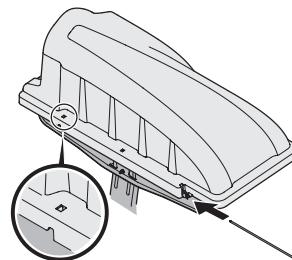
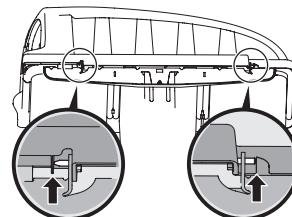

Figure 12
Figure 13
- Insérez la tige de charnière (711-05079) dans le trou de l'encoche de montage. Figure 12. Utilisez le petit trou sur le couvercle (voir l'encadré de la Figure 12) pour aligner la tige de charnière de l'autre côté, puis poussez la tige jusqu'au bout. Elle s'enclenchera et sera fixée par l'encoche sous le couvercle du bac récupérateur. Voir Figure 13.